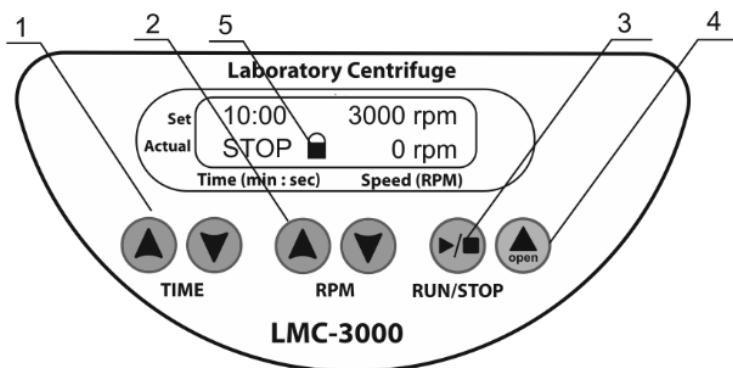

Рис. 3. Панель управления
- 4.4. Используя кнопки ▼ и ▲ **TIME** (рис. 3/1), установите необходимый интервал времени в минутах (0 - 90 мин., шаг 1 мин.).
- 4.5. Используя кнопки ▼ и ▲ **RPM** (рис. 3/2), установите необходимую скорость вращения (100 – 3000 об/мин, шаг 100 об/мин), которая может быть изменена и во время работы центрифуги.
- 4.6. **Переключение режимов торможения ротора.** По умолчанию, включено принудительное торможение ротора при остановке программы. Чтобы переключиться между режимами принудительной и свободной остановки, нажмите и держите кнопку ▲ **Open** (рис. 3/4) в течении 8 секунд. С помощью кнопок ▼ и ▲ **TIME** выберите между режимами BRAKE OFF (свободное торможение) и BRAKE ON (принудительное торможение). Нажмите и держите кнопку ▲ **Open** в течении 8 секунд для выхода из режима выбора.
- 4.7. Аккуратно и плавно закройте крышку до щелчка. В нижней строке дисплея появится индикация STOP и символ  (рис. 3/5).
- 4.8. Для запуска центрифуги нажмите кнопку **RUN/STOP** (рис. 3/3), при этом в нижней строке дисплея появится мигающая индикация RUN и текущее значение скорости вращения. Таймер в верхней строке дисплея начинает отсчет времени по достижении установленной скорости (стабильная индикация RUN).
- 4.9. По истечении установленного интервала времени происходит остановка центрифуги и на дисплее отображается мигающая индикация STOP, сопровождаемая звуковым сигналом после полной остановки. Для прекращения сигнала нажмите кнопку **RUN/STOP** (рис. 3/3).
- 4.11. Для открывания крышки нажмите кнопку **▲ Open** (рис. 3/4), после остановки ротора крышка откроется и на дисплее появится надпись OPEN. Откройте крышку, подняв ее рукой.